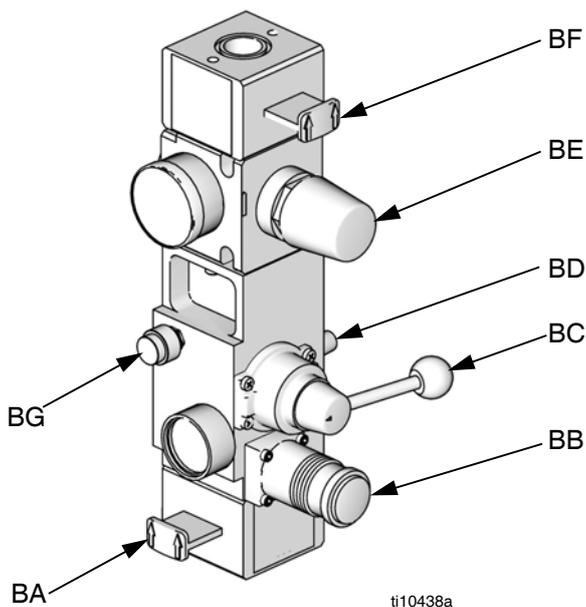

FIG. 3. Módulo de control de aire integrado
| G | Controles de aire integrados (vea la FIG. 3)  | X | Válvula de solenoide del motor neumático                   |
| G | Controles de aire integrados (vea la FIG. 3)  |   |   |
2. **Para los controles de aire D200s, D200, S20 y D60:** Vea la FIG. 3, página 12.
- a. Cierre la válvula deslizante del motor neumático (BF) y la válvula deslizante principal de aire (BA).
- c. Mueva alternadamente la válvula directora (BC) hacia arriba y abajo para purgar el aire de los cilindros del ariete.